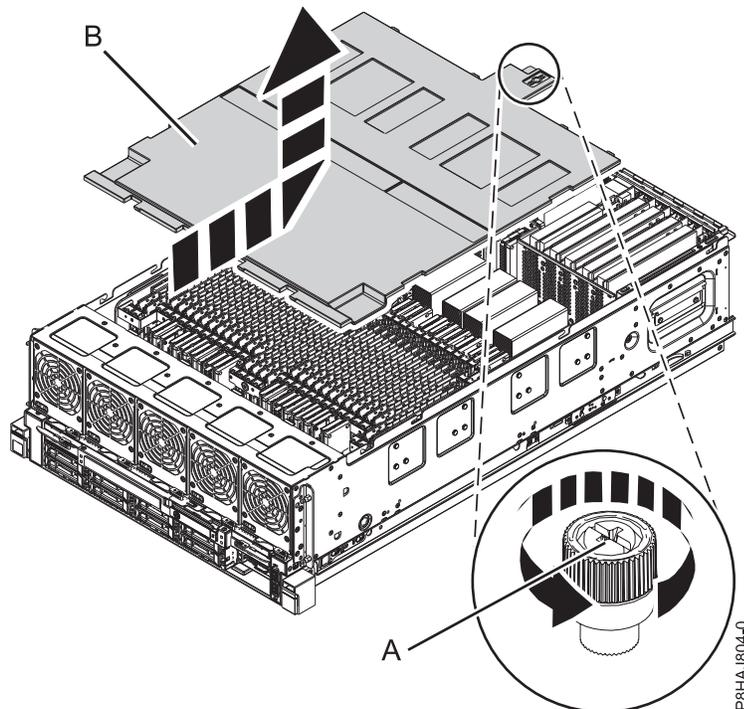

Abbildung 40. Sicherheitsabdeckung ausbauen
2. Lösen Sie die Rändelschraube (A) an der Rückseite der Abdeckung, indem Sie sie in die in Abb. 40 auf Seite 85 gezeigte Richtung drehen.
3. Schieben Sie die Sicherheitsabdeckung (B) zur Rückseite des Systems. Wenn sich die Vorderseite der Abdeckung von der oberen Rahmenleiste gelöst hat, heben Sie die Abdeckung an und vom System ab.